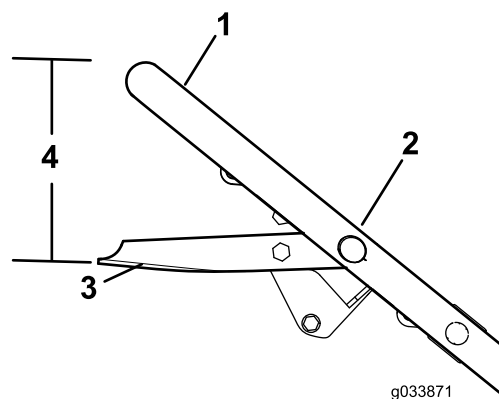

Figure 31
3. Tenez la barre de commande de la lame à 19 cm (7 $\frac{7}{8}$  po) du haut du guidon, comme illustré à la Figure 31.